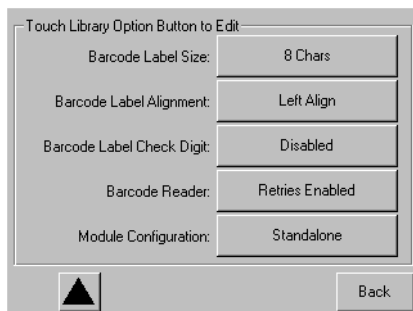

Figura 3–3: Pantalla de selección Module Configuration (Configuración del Módulo)
5. Seleccione el botón situado junto a la opción de menú Module Configuration (Configuración del Módulo) y, a continuación, seleccione el botón Master (Principal) (consulte la Figura 3–4).